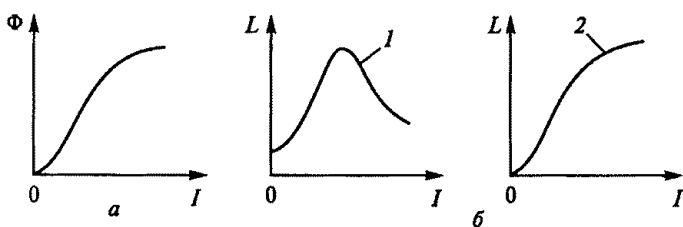

Рис. 46
2.18. Для катушки с ферромагнитным сердечником связь между потоком Φ и током I задается кривой намагничивания, показанной на рис. 46, *а*. Какова зависимость индуктивности L от тока I ?
1. Имеет вид кривой 1 на рис. 46, *б*.
3. Имеет вид кривой 2 на рис. 46, *б*.